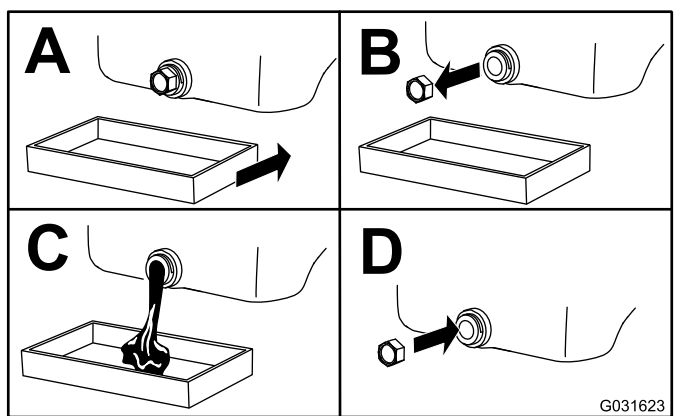

Рисунок 43
4. Замініть масло двигуна, як показано в Рисунок 43.